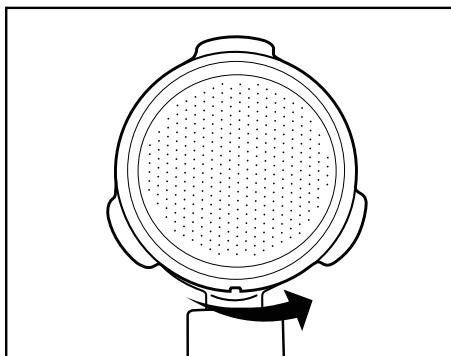

Figura 3
- A continuación, gire ligeramente el filtro de expreso grande ⑯ o el pequeño ⑰ de forma que no pueda caerse (Figura 3).